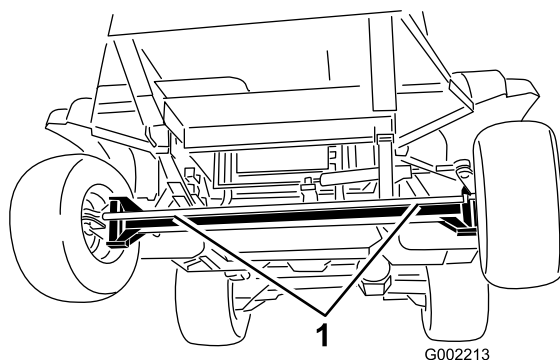
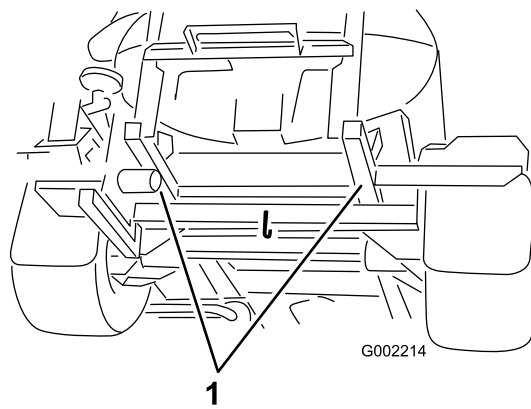

Bild 26
Bild 27
2. Befestigen Sie ein Abschleppseil am Rahmen. Siehe Abschlepppunkte vorne und hinten in Bild 26 und Bild 27.